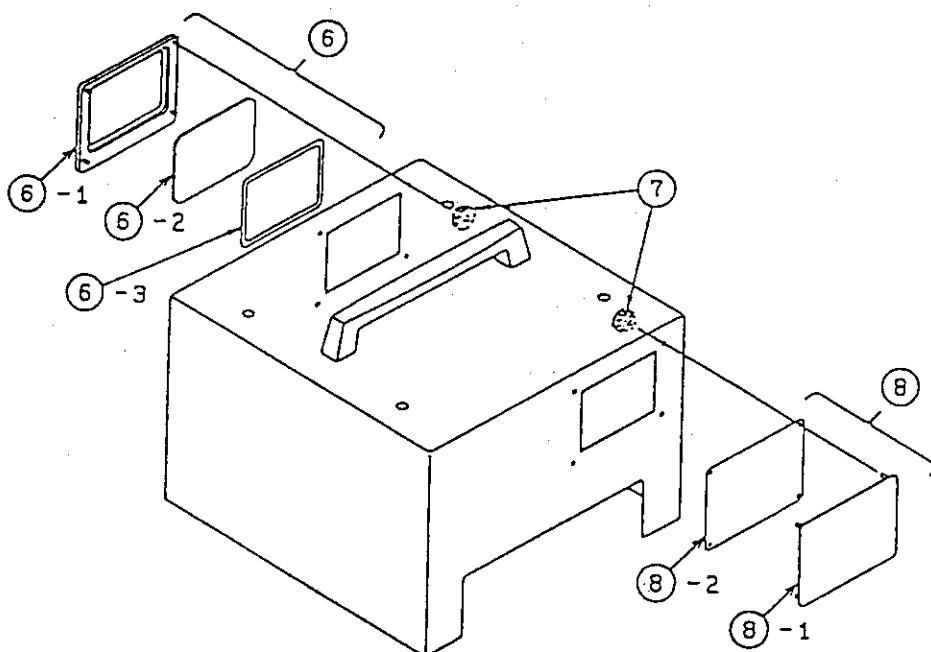

図 3
- 1) 図3にタンパークースの窓・カバーの組み立て状態を示す。部品(6)-1, 2, 3は窓の構成部品で、部品(8)-1, 2はカバーの構成部品である。それぞれには、ネジ(7)を4箇所で固定する。
カメラの反転を行うと、タンパーケースの窓を前面に、前面のカバーを背面に入れ替える必要がある。（図3参照）